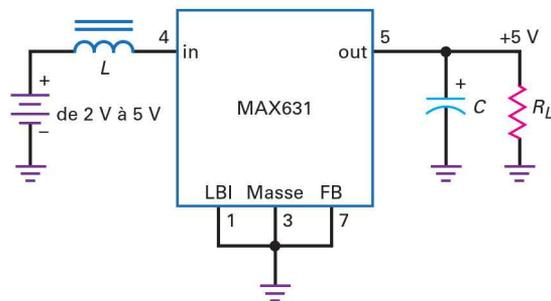

Figure 22.30
La figure 22.30 illustre le MAX631 monté en régulateur survolteur, donnant une tension de sortie égale à +5 V pour une tension d'entrée comprise entre +2 V et +5 V. La tension d'entrée est souvent fournie par une batterie car l'utilisation de ces régulateurs intégrés se fait dans les instruments portables. La fiche technique recommande une inductance 330 μH et un condensateur 100 μF .
Le MAX631 est un composant à huit broches, et celles qui sont inutilisées sont soit mises à la masse, soit non branchées. Sur la figure 22.30, la broche 1 (LBI) peut servir de détection de la décharge de batterie. Quand cette broche est à la masse, elle n'a aucun effet. Bien que généralement utilisé en régulateur à sortie fixe, le MAX631 peut utiliser un diviseur de tension externe pour récupérer une tension de réaction sur la broche 7 (FB). Quand la broche 7 est à la masse, la tension de sortie est celle pré-réglée en usine, c'est-à-dire +5 V.